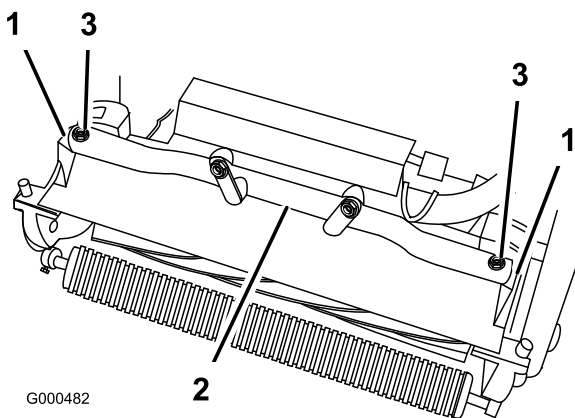

Figura 47
4. Retire los 2 pernos que fijan los brazos de pivote de la unidad de corte al tubo del bastidor de la unidad de tracción (Figura 47).
5. Gire hacia adelante los brazos de pivote (Figura 47) y apoye la unidad de tracción sobre el soporte bloqueado.